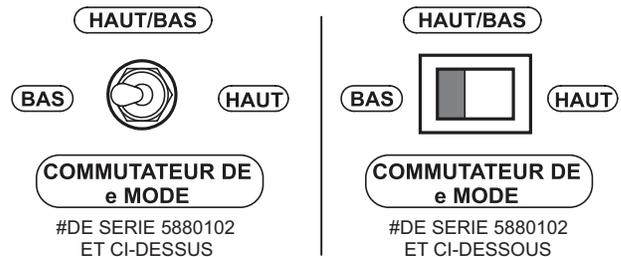

Figure 36. Commutateur Sélecteur E-Mode (Mode CC)
3. Placer le sélecteur du mode e (Figure 36) dans la position souhaitée telle que définie par le Tableau 21. Cet interrupteur est un **interrupteur à bascule** à 3 positions (S/N 5880102 et plus) ou un **interrupteur à bascule** à 3 positions (S/N 5880101 et moins).